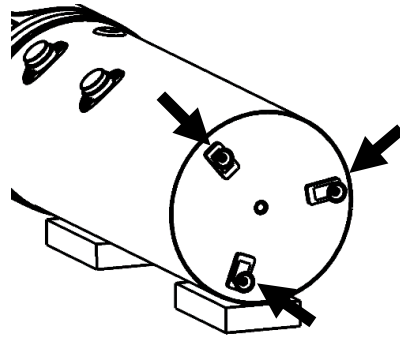

Fig. 2c;
- Montez les pieds réglables sur l'appareil \* fig. 2c